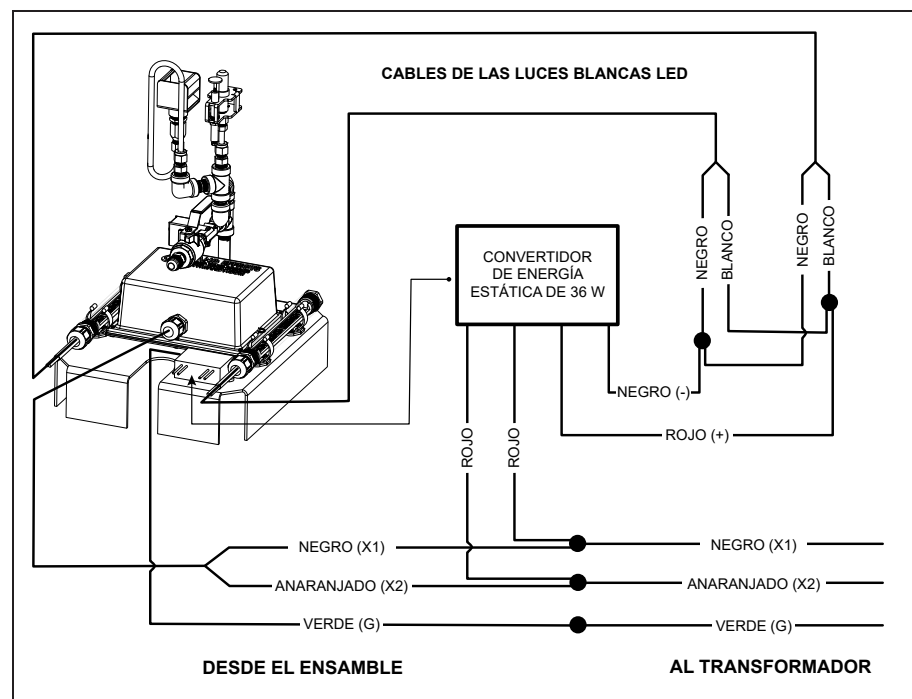

Figura 9. Cableado del quemador y de las luces blancas LED
- **Para operar las luces blancas LED y el quemador en simultáneo desde el mismo transformador**, cablee el convertidor de energía estática de 36 W y el quemador como se indica en la Figura 9.
4. Cablee el quemador y las luces blancas LED con tuercas para cable que no permitan el paso del agua, en conformidad con la Figura 9. Consulte la Sección 3.2.2 para opciones alternativas de cableado de las luces blancas LED.